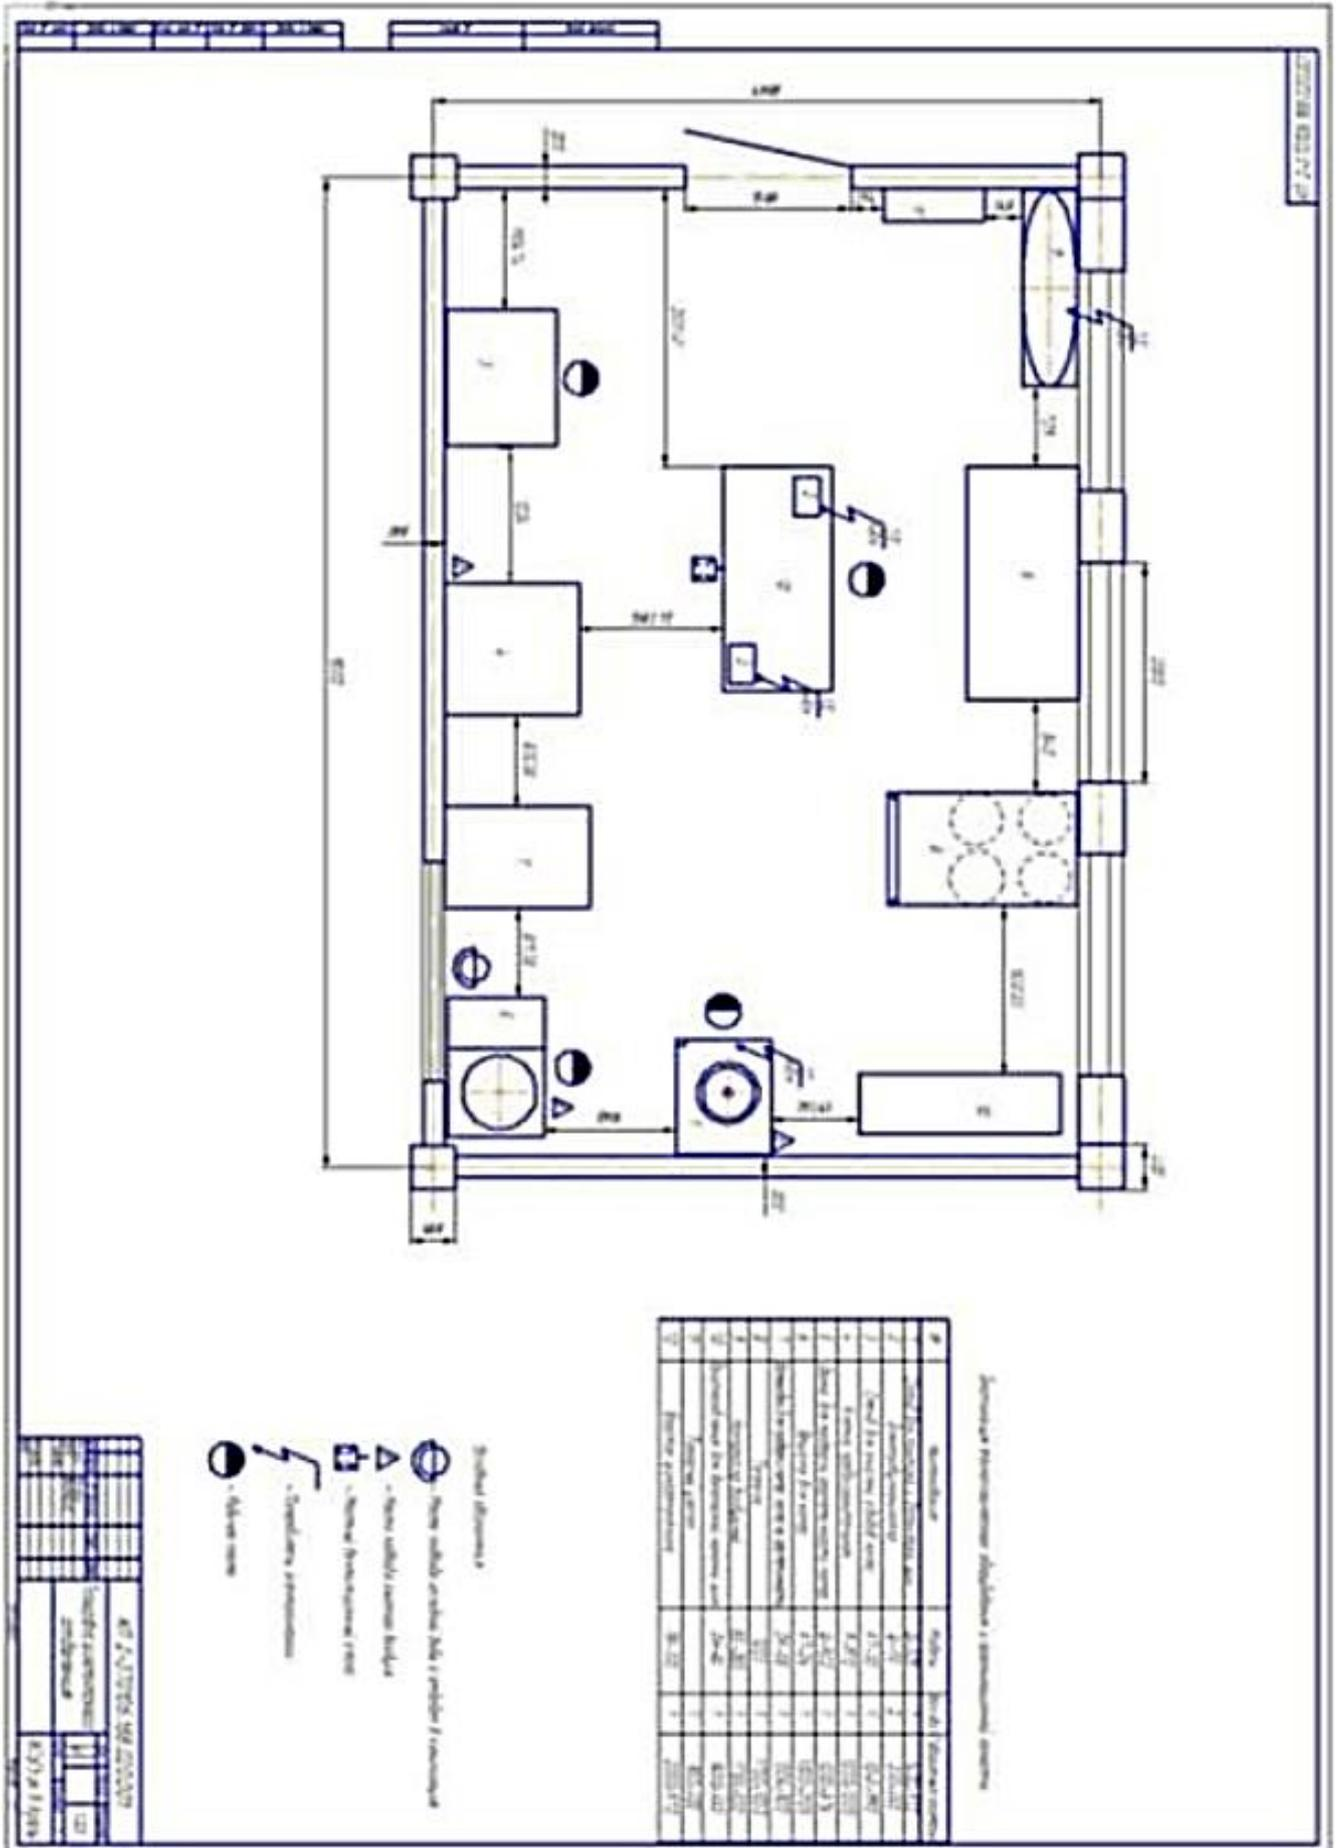

Рис. 51 Плакат с внедряемым оборудованием
2. Создать чертеж плаката с внедряемым оборудованием в соответствии с образцом. **(Рис. 51)**